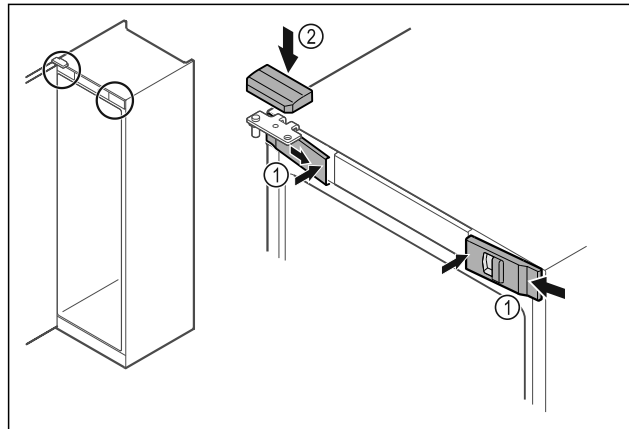

Fig. 54
- Accrocher les caches avant Fig. 54 (1) par les côtés et les enclencher en appuyant sur l'intérieur.
- Insérer le cache supérieur Fig. 54 (2) par le haut.